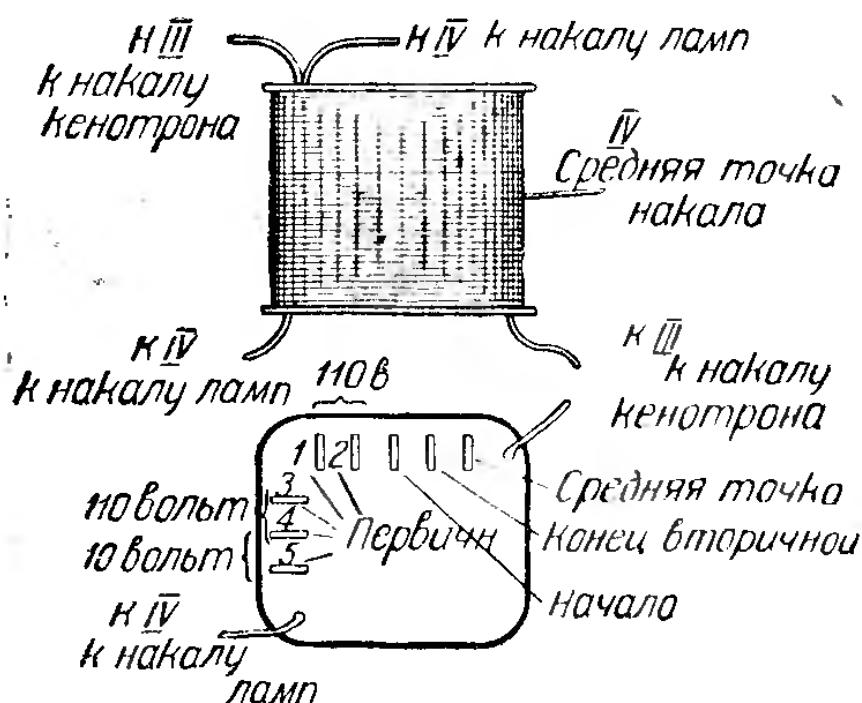

Рис. 93. Расположение выводов концов обмоток трансформатора ЭЧС-3.
Расположение выводов у трансформатора ЭЧС-3 показано на рис. 93. Из этого рисунка мы видим, что концы сетевой и повышающей (вторичной) обмоток трансформатора подведены к контактам, укрепленным на щечке каркаса. Концы же накальных обмоток кенотрона (III) и ламп приемника (IV) выведены из катушки гибким проводом. Через щечку, на которой расположены контакты первичной и повышающей обмоток, выведены по одному концу III и IV обмоток; остальные же концы накальных обмоток выведены через вторую щечку катушки. Обмотка (III) накала кенотрона не имеет средней точки. Плюс анодного напряжения берется непосредственно от одного из двух концов этой обмотки.